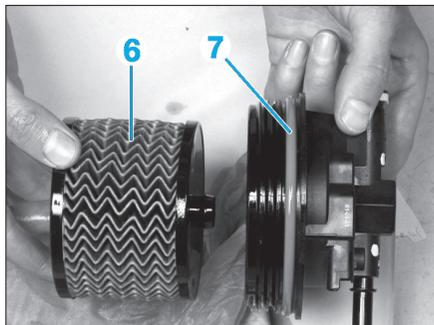

Fig. 38
- Dévisser puis déposer le couvercle (5) à l'aide d'une douille de 28 mm.
- Retirer le filtre à carburant (6) (Fig.38).